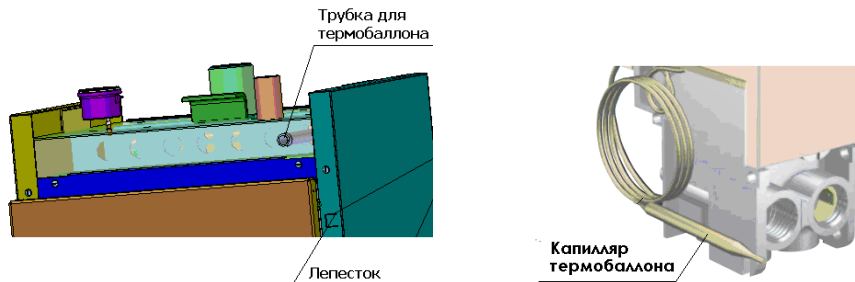

Рис.17 Установка термобаллона
6.4 Медную трубку (капилляр) термобаллона термодатчика горелки (**рис.17**) развернуть и протянуть по правой боковине котла, заправив вместе с проводами за лепестки.
снять с термостата колпачок, совместить термостат с отверстиями с нижней стороны крышки котла (шайба на крышке), закрепить 2-мя винтами из комплекта термостата. Выводы термостата соединить проводами с автоматикой SIT 820NOVA. Капилляр от термостата вставить в трубку термобаллона (**рис.17**). Поставить колпачок на место.